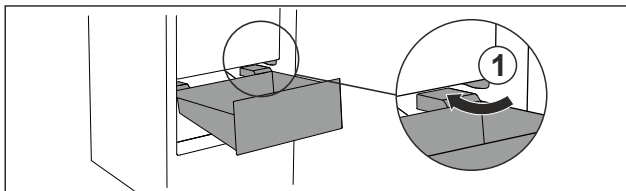

Fig. 31
- ▶ Guider le tiroir en biais en contournant les butées Fig. 31 (1).